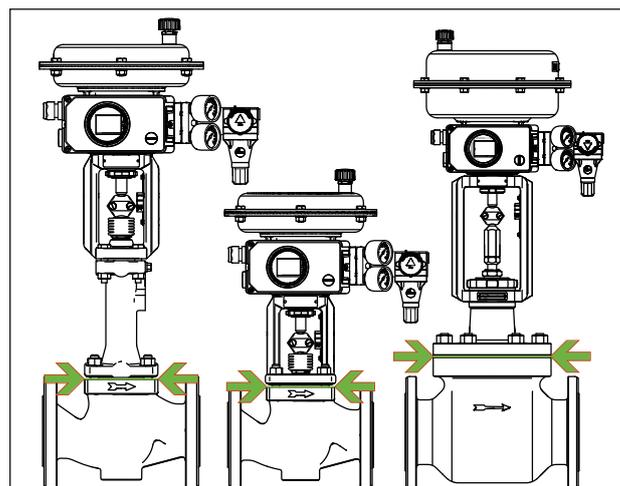

Fig. 12 : Limite d'isolement des vannes de régulation (exemple)
- ⇒ Isoler les vannes de régulation uniquement jusqu'à la bride du couvercle du corps de vanne, cf. Fig. 12. Cela s'applique également aux exécutions avec soufflet ou pièce d'isolement lorsque la température du fluide est inférieure à 0 °C (32 °F) ou supérieure à 220 °C (428 °F). Si la pièce d'isolement est incluse dans l'isolation, elle perd alors sa fonction !